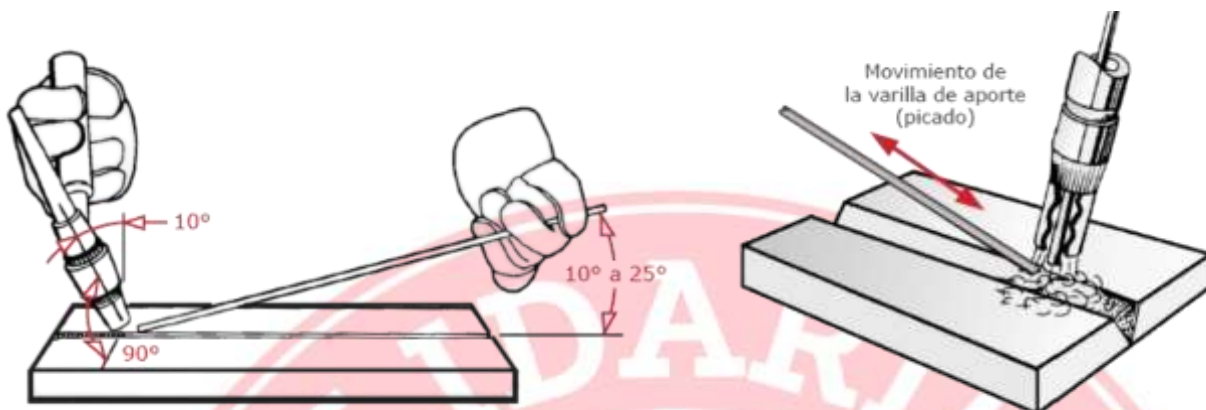

Fig. 3.6 Angulos de la varilla de aporte y del soplete
- El material de aporte deberá ser alimentado en forma anticipada al arco (fig. 3.6), respetando un ángulo de 10° a 25° respecto al plano de soldadura, mientras el soplete deberá tener un ángulo de 90° respecto al eje perpendicular al sentido de la soldadura y ligeramente caído en el eje vertical (aproximadamente 10°). Es muy importante que el ángulo de alimentación del aporte sea lo menor posible. Esto asegura una buena protección del gas inerte sobre el metal fundido y reduce el riesgo de tocar la varilla con el electrodo de tungsteno.